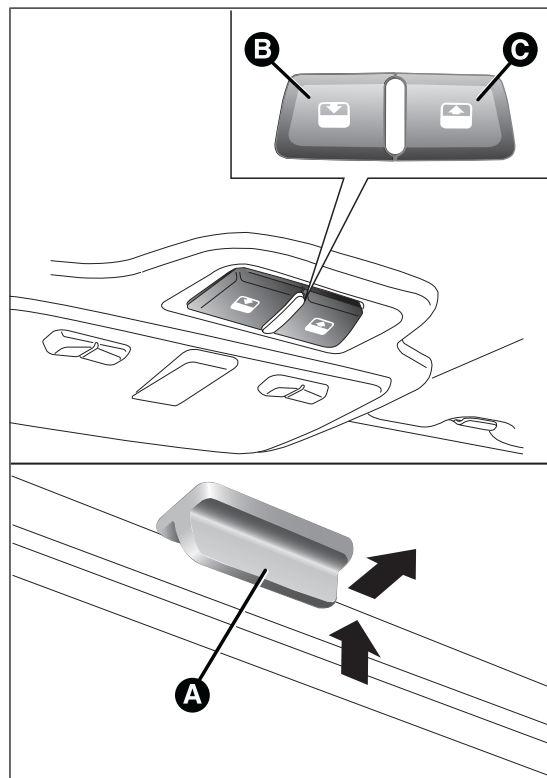

fig. 44
El techo practicable con amplio acristalamiento dispone de dos paneles de cristal, uno trasero fijo y otro delantero móvil, provistos de dos cortinas parasol (delantera y trasera) de movimiento manual. Con el techo cerrado las cortinas pueden colocarse en cualquier posición. Para abrir las cortinas, sujetar la manilla A fig. 44 siguiendo el sentido indicado por la flecha hasta la posición deseada. Para cerrarlas realizar el procedimiento inverso.
El techo practicable sólo funciona con la llave de contacto en posición MAR. Los mandos B y C fig. 44 situados en la moldura del plafón delantero, controlan las funciones de apertura y cierre del techo practicable.
Después de la apertura en posición "spoiler", pulsando el botón C fig. 44 durante más de medio segundo, el techo se pondrá automáticamente en posición de apertura completa. Es posible parar el movimiento automático del techo en cualquier posición deseada al pulsar de nuevo un botón (B o C).
Desde la posición de apertura completa, pulsar el botón B fig. 44. Pulsando el botón durante más de medio segundo, el techo se pondrá automáticamente en posición "spoiler".
Desde la posición "spoiler", pulsando de nuevo el botón B fig. 44 se alcanza la posición de cierre completo.
- ☐ pulsar el botón B fig. 44 en posición de cierre;